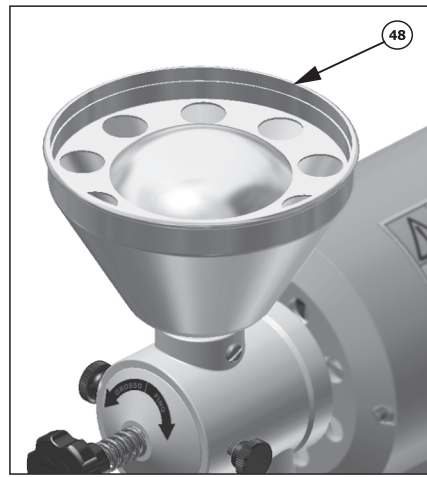

Figura 10
3.2.3 Coloque uma pequena quantidade de café no reservatório de grãos conforme *figura 10* e em seguida verifique a espessura do pó no depósito de café (11) conforme *figura 16*. Caso não esteja na espessura desejada proceda com regulagem do manipulador (36) novamente até encontrar o ponto desejado.